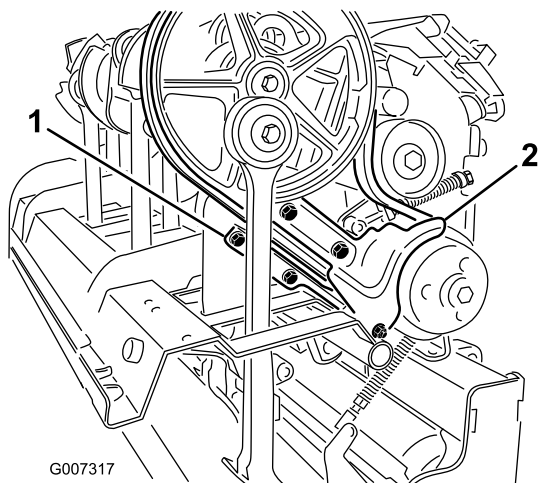

Bild 37
- Nehmen Sie die Befestigungen ab, mit denen das Schmutzschutzblech und das untere Riemenschutzblech befestigt sind (Bild 37). Nehmen Sie das Schmutzschutzblech und das untere Riemenschutzblech ab.